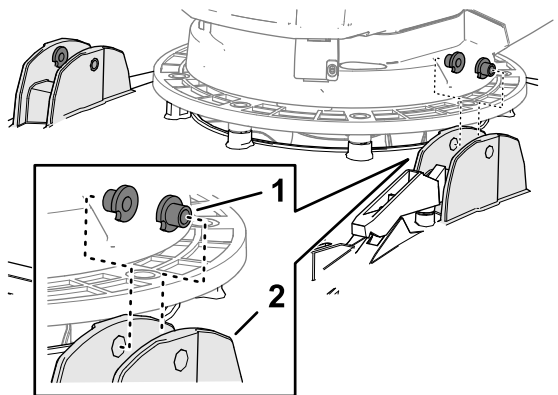

Bild 5
1. Setzen Sie die beiden T-Buchsen in die Holmflansche des Mähwerks ein (**Bild 5**).